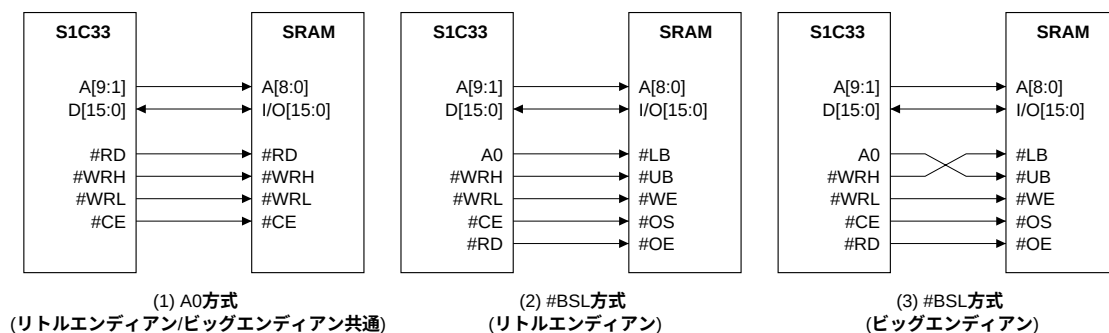

図4.20 SRAM接続例
- (1) データ読み込みの場合は下記の図と共通です。
- (2) データ書き込みでリトルエンディアンのときは、A0を#BSCに、#WRHを#BSHと置き換えて見てください。
- (3) データ書き込みでビッグエンディアンのときは、A0を#BSLに、#WRLを#BSHと置き換えて見てください。
- また、メモリの接続は、図4.20を参照してください。